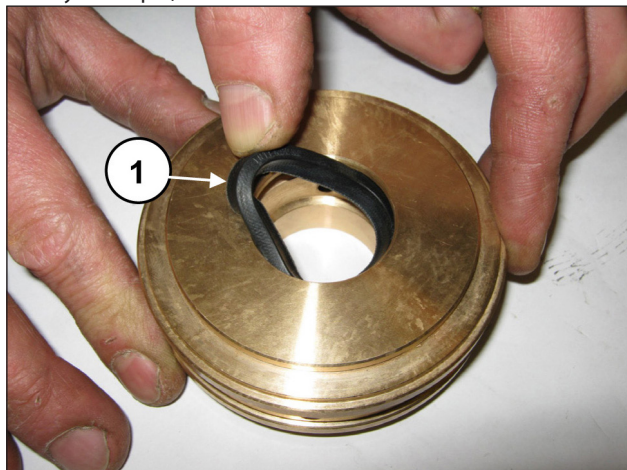

Fig. 181
Placer le joint basse pression dans le support des joints (rep. ①, Fig. 181) en prenant garde au sens de montage de la lèvre d'étanchéité qui doit être orientée vers l'avant (vers la tête hydraulique).